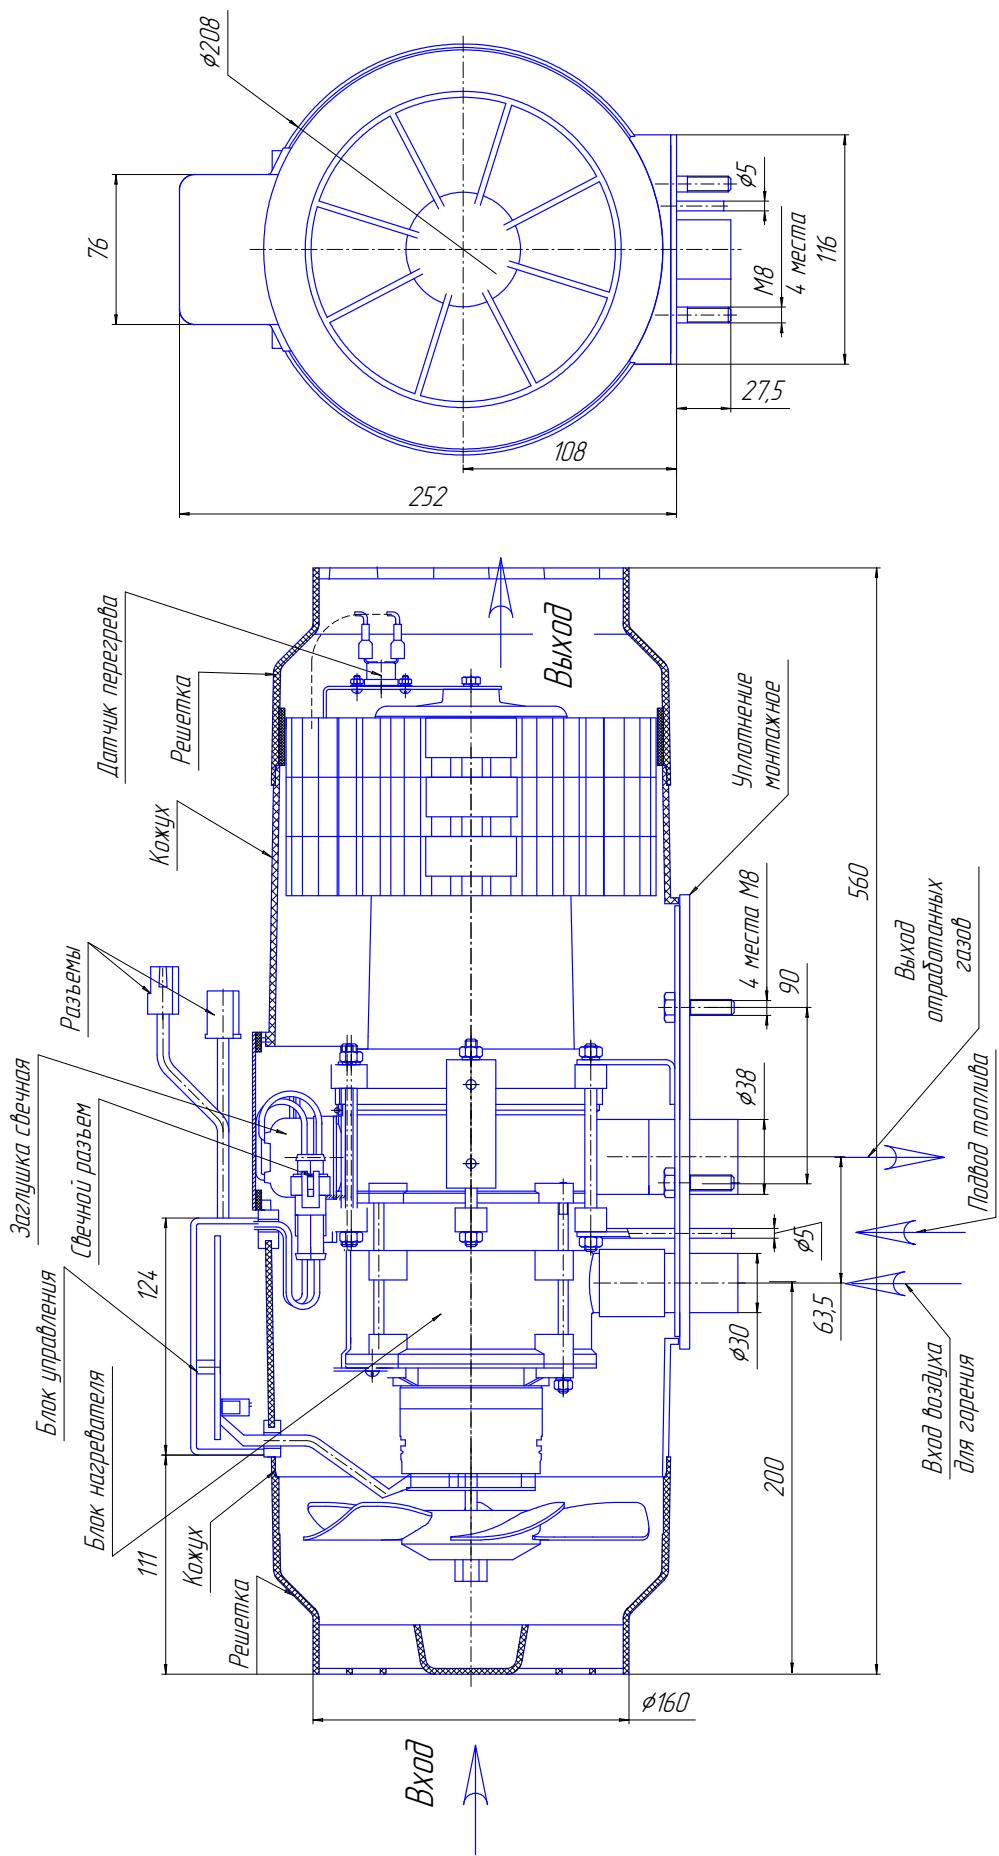

Рисунок 3 –Основные узлы нагревателя
- нагреватель (основные узлы нагревателя показаны на рис. 3);